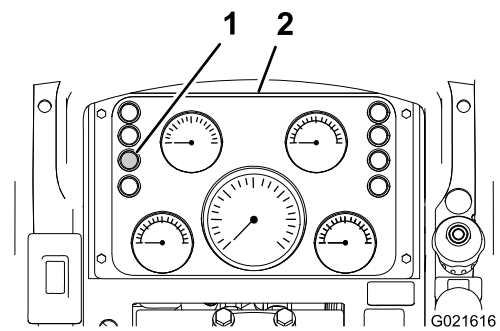

Figura 48
2. Verifique a luz indicadora de entupimento do filtro de ar no painel de instrumentos (Figura 48).